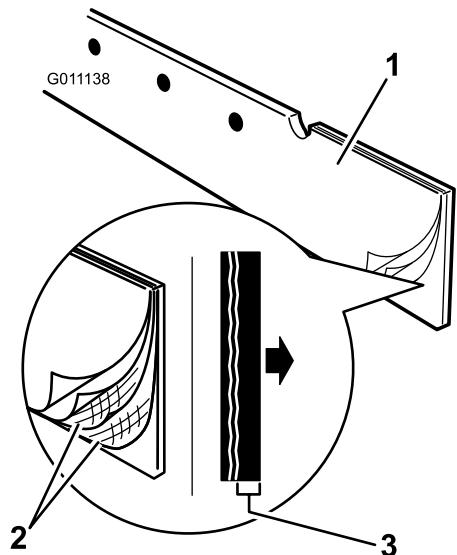

Figura 11
7. Oriente la rasqueta con el borde de goma hacia adelante y la sección que está reforzada con fibra hacia atrás (Figura 11).